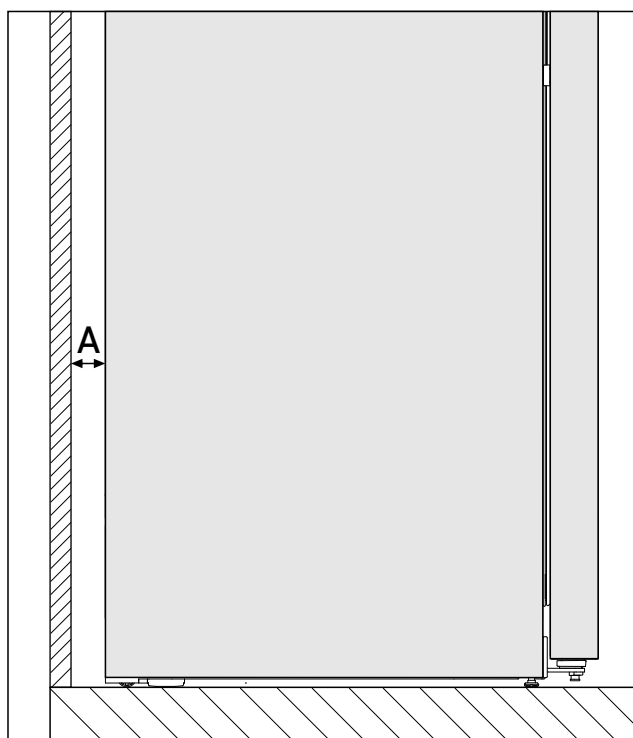

Fig. 3 *
La consommation d'énergie a été déterminée avec une distance des murs Fig. 3 (A) entre l'arrière de l'appareil et le mur. Si la distance des murs est inférieure à Fig. 3 (A), cela n'a aucune incidence sur le fonctionnement de l'appareil. En revanche, la consommation d'énergie augmente légèrement lorsque la distance des murs est réduite.